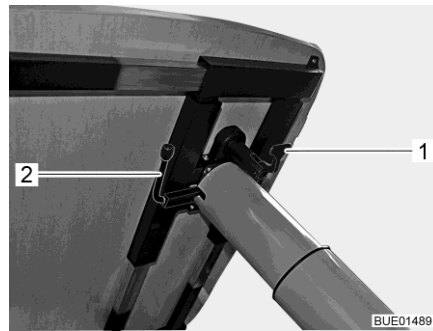

Fig. 132 Réglage table à hauteur réglable
- Rabattre le levier de verrouillage (Fig. 132,1) vers le bas.
- Faire pivoter le levier (Fig. 132,2) sous le plateau de table à 180° dans le sens des aiguilles d'une montre. Le mécanisme de réglage de hauteur se trouvant dans le pied de table est déverrouillé.
- Faire pivoter le levier (Fig. 132,2) sous le plateau de table à 180° dans le sens des aiguilles d'une montre. Le plateau de table s'élève alors automatiquement jusqu'à la butée de fin de course.